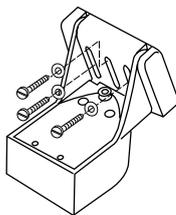

Рис.2-6
5. Снять струбцину. Установить шурупы в пазы крепежной пластины, как это показано на рис. 2-6. Во внешних пазах шурупы следует установить на расстоянии около 6 мм от нижней границы паза. В центральном пазу шуруп следует установить на расстоянии около 6 мм от верхней границы паза. (Это позволит регулировать высоту навески излучателя). Под шурупы следует высверлить отверстия глубиной 19 мм и диаметром 3,6 мм. Чтобы не сверлить слишком глубокое отверстие, следует изготовить маску высотой 22 мм. Если струбцина излучателя навешивается на транец из стеклопластика,